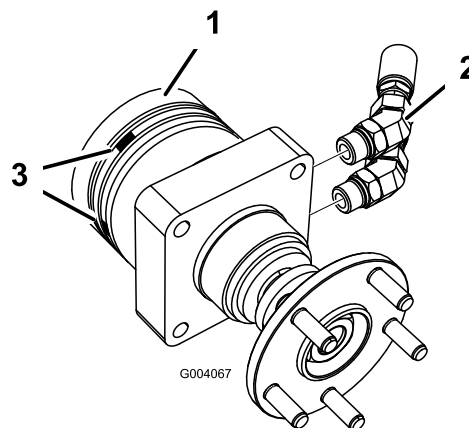

Figure 2
4. Montez deux raccords hydrauliques à 45° dans chaque moteur de roue (Figure 2). Dirigez les raccords directement vers l'arrière.